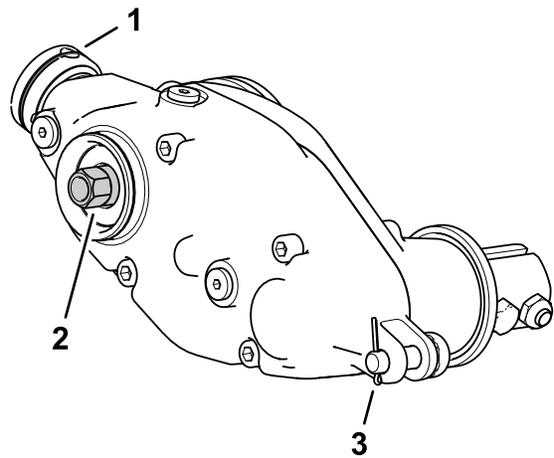

図 14
5. もう一人に手伝ってもらうか角材などでリールを動かさないように保持し、駆動ボックスのシャフトの六角ヘッドドライブを、135-150 N·m 12.5-13.8 kg·m = 100-110 ft·lb にトルク締めする 図 14を参照。